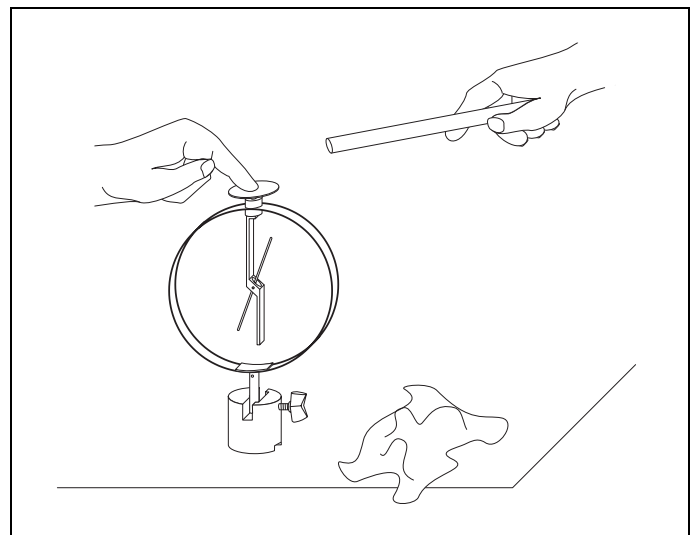

Fig. 3
*Aufladen durch Influenz (s. Fig. 3):*
Positive Elektroskopladung: Geriebenen Kunststoffstab der Kondensatorplatte ⑤ des Elektroskops nähern, ohne sie zu berühren. Gleichzeitig Kondensatorplatte kurzzeitig mit dem Finger berühren (Fig. 3). Danach den Kunststoffstab wegziehen.
*Charging by electrostatic induction (see Fig. 3):*